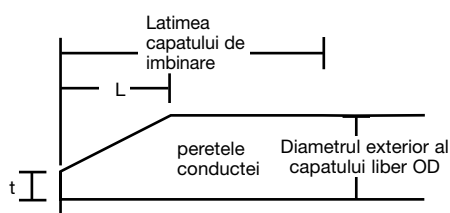

Figura 7-1 Dimensiunile capatului liber al conductei pentru imbinarile de mufe
- 4 Curatati suprafata zonelor de imbinare, slefuiti partile aspre si cu un polizor sanfrenati capetele conductei pentru a facilita asamblarea. (**Figura 7-1**). Nu mai este necesara alta polizare.